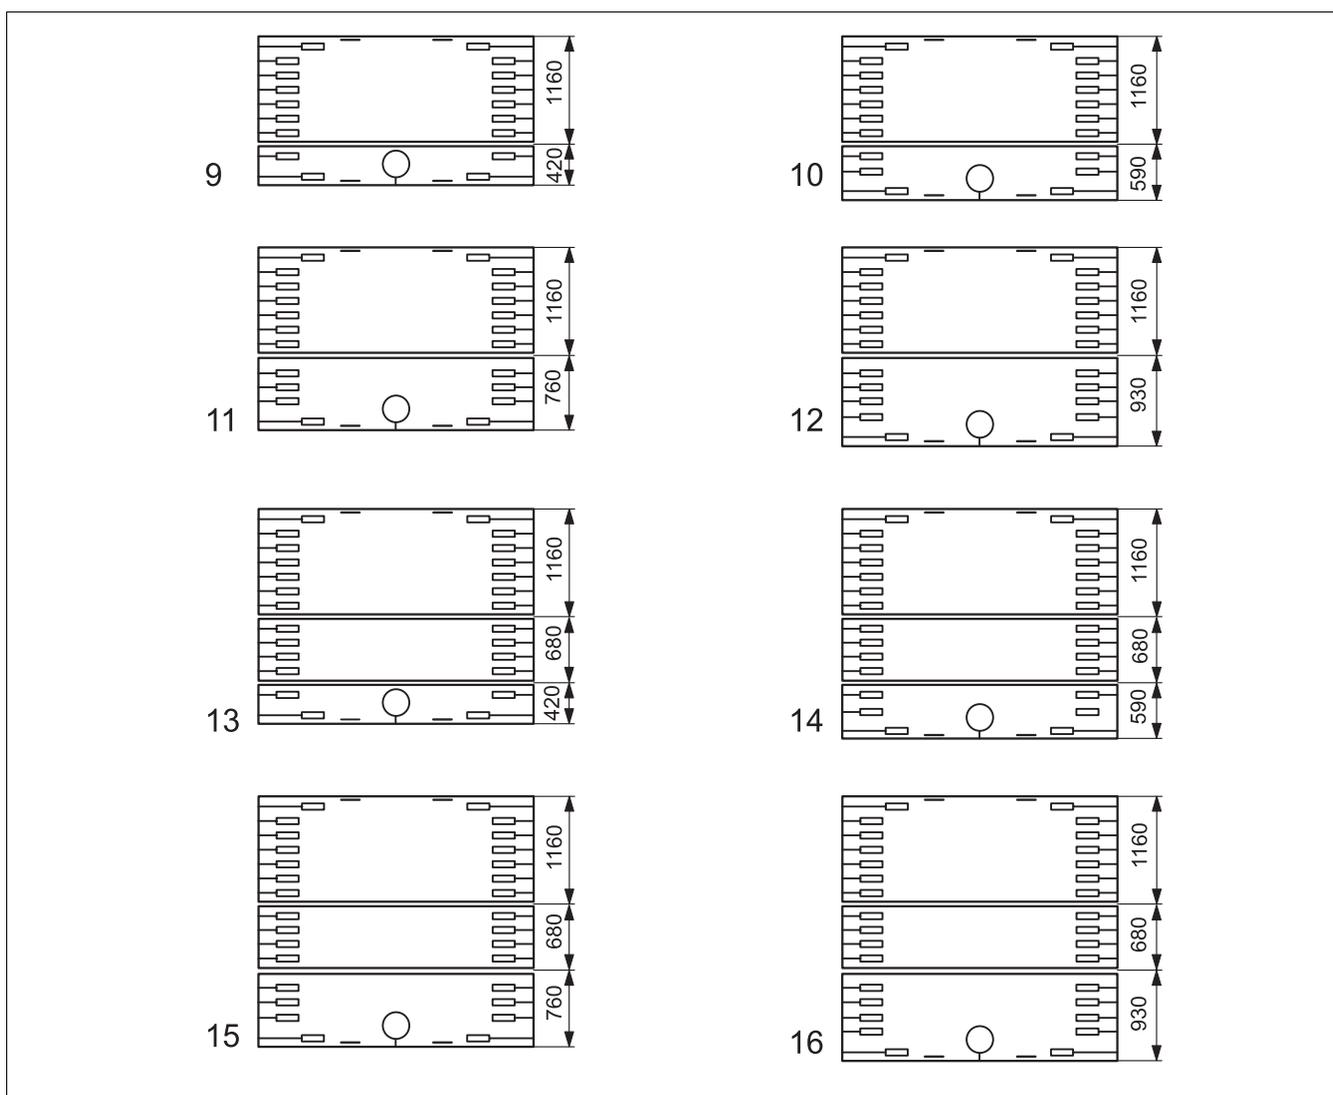

Bild 38 Wärmeschutz für die verschiedenen Kesselgrößen (Maße in mm)
- ▶ Wärmeschutz nach dem in → Bild 38 abgebildeten Schema auf dem Kesselblock anordnen (die Ziffern links neben den von oben dargestellten Kesselblöcken entsprechen der Anzahl der Kesselglieder).